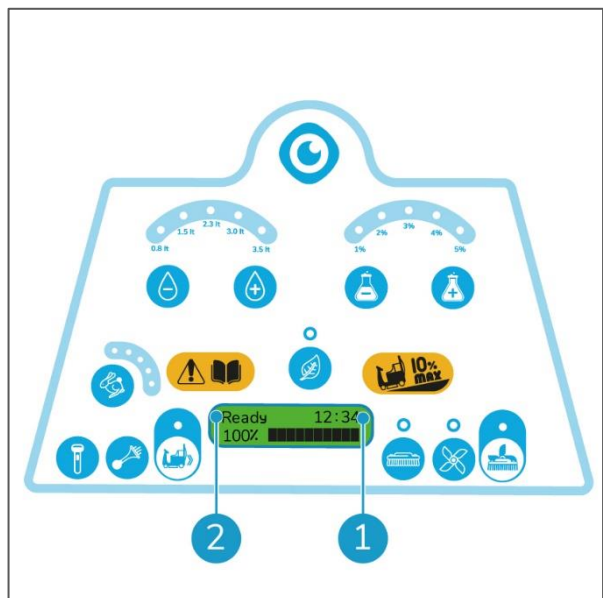

Figura 31
3. Espera hasta que "Ready" (Listo) aparezca en la pantalla (Figura 31, pos. 2).
4. El número de horas y minutos de funcionamiento se muestra en la esquina superior derecha de la pantalla (Figura 31, pos. 1).